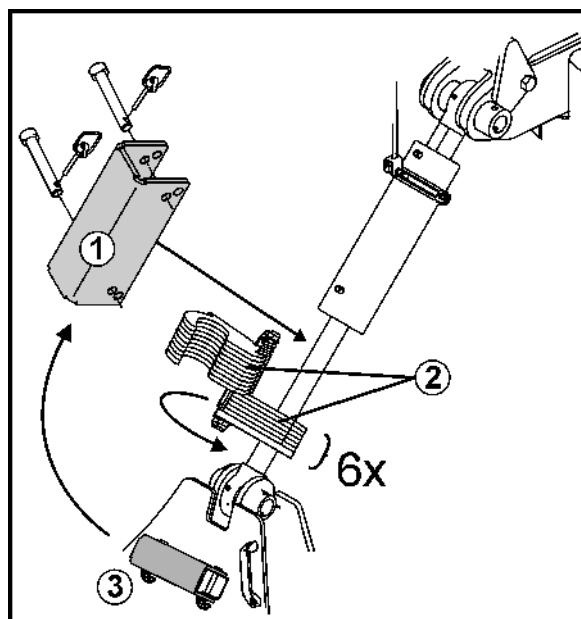

Fig. 8
Mechanische Sicherung der Fahrwerkzylinder (Fig. 8/1) gegen ungewolltes Absenken der Zinken bei Wartungsarbeiten
2. Die untersten sechs Distanzelemente (Fig. 8/2) auf die Kolbenstange schwenken.
3. Sicherung aus der Parkposition (Fig. 8/3) entnehmen.